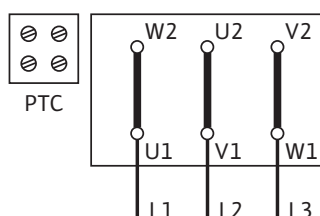

Fig. 45: Y-Δ pokretanje (standard)
Spojna shema za električni priključak nalazi se na priključnoj kutiji (vidi i Fig. 45/46).
- Mrežni priključak na priključnu pločicu ovisi o snazi motora P_2 , mrežnom naponu i vrsti uključivanja. Potrebno uključivanje spojnih mostova u priključnoj kutiji možete naći u sljedećem popisu „Tablica 4: Zauzetost priključnih stezaljki” na stranici 17 i na Fig. 45/46.
Y-Δ pokretanje (standard)	Spojni mostovi ukloniti (Fig. 45)